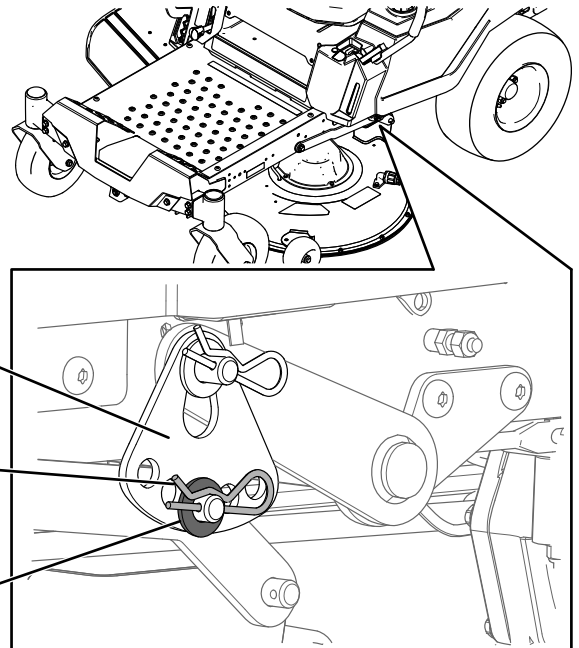

Bild 68
6. Entfernen Sie den Splint und die Unterlegscheibe vom unteren Hubarmbolzen (Bild 68).